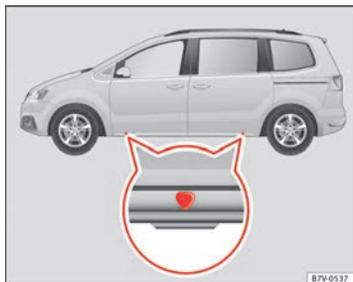

Fig. 185 Points de prise du cric.
Positionnez le cric uniquement aux points de prise indiqués (marques sur la carrosserie) ⇒ fig. 185. La marque indique la position des points de prise **en dessous** du véhicule. Les points de prise se trouvent sur les nervures si-
5. Cherchez le point de prise du cric ⇒ fig. 185 le plus proche de la roue à changer.